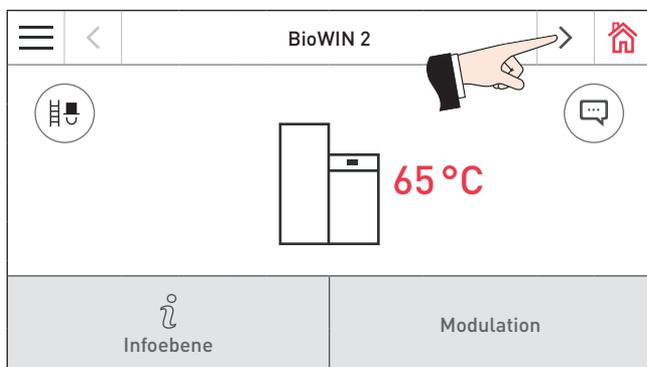

Fig. 13 Homescreen BioWIN 2
- ▶ Mit den Tasten < > (Fig. 13) oder durch „Wischen“ auf den Homescreen des Funktionsmodul Heizkreis wechseln – Fig. 14.